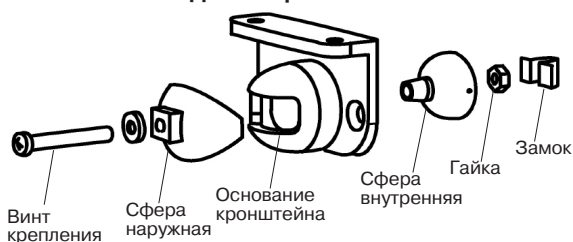

Рисунок 4 – Крепление и сборка кронштейна
1.7 Извещатель может устанавливаться непосредственно на стене или в углу помещения, а также на стене и потолке с помощью кронштейна (рисунок 4).